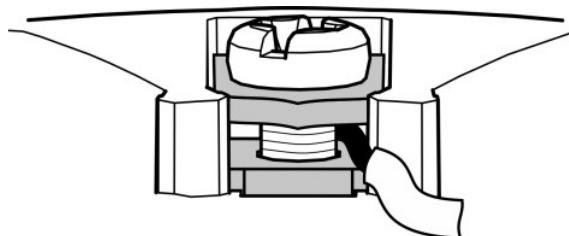

Рисунок 6.4 – Монтаж провода
4. Подключить внешние электрические цепи, согласно разделу 6.5. Провода следует монтировать между пластинами (см. рисунок 6.4).